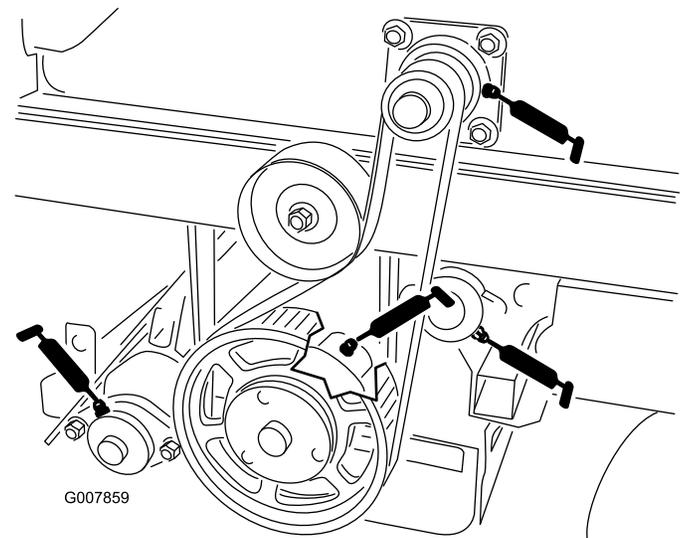
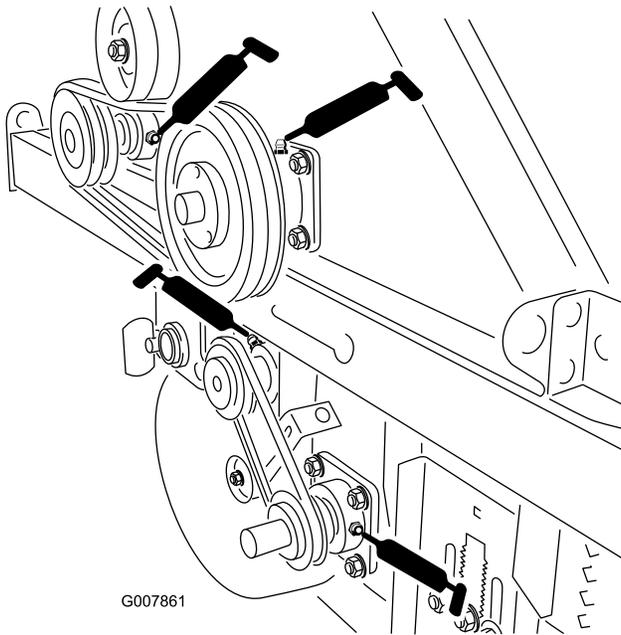

Figura 40
Figura 42
- Conjunto de la picadora (2) Figura 42 y Figura 40.
- Canto giratorio (2) Figura 42 y Figura 40.
- Cepillo de recogida (2) Figura 42 y Figura 40.
- Rodillo trasero (2) Figura 40.